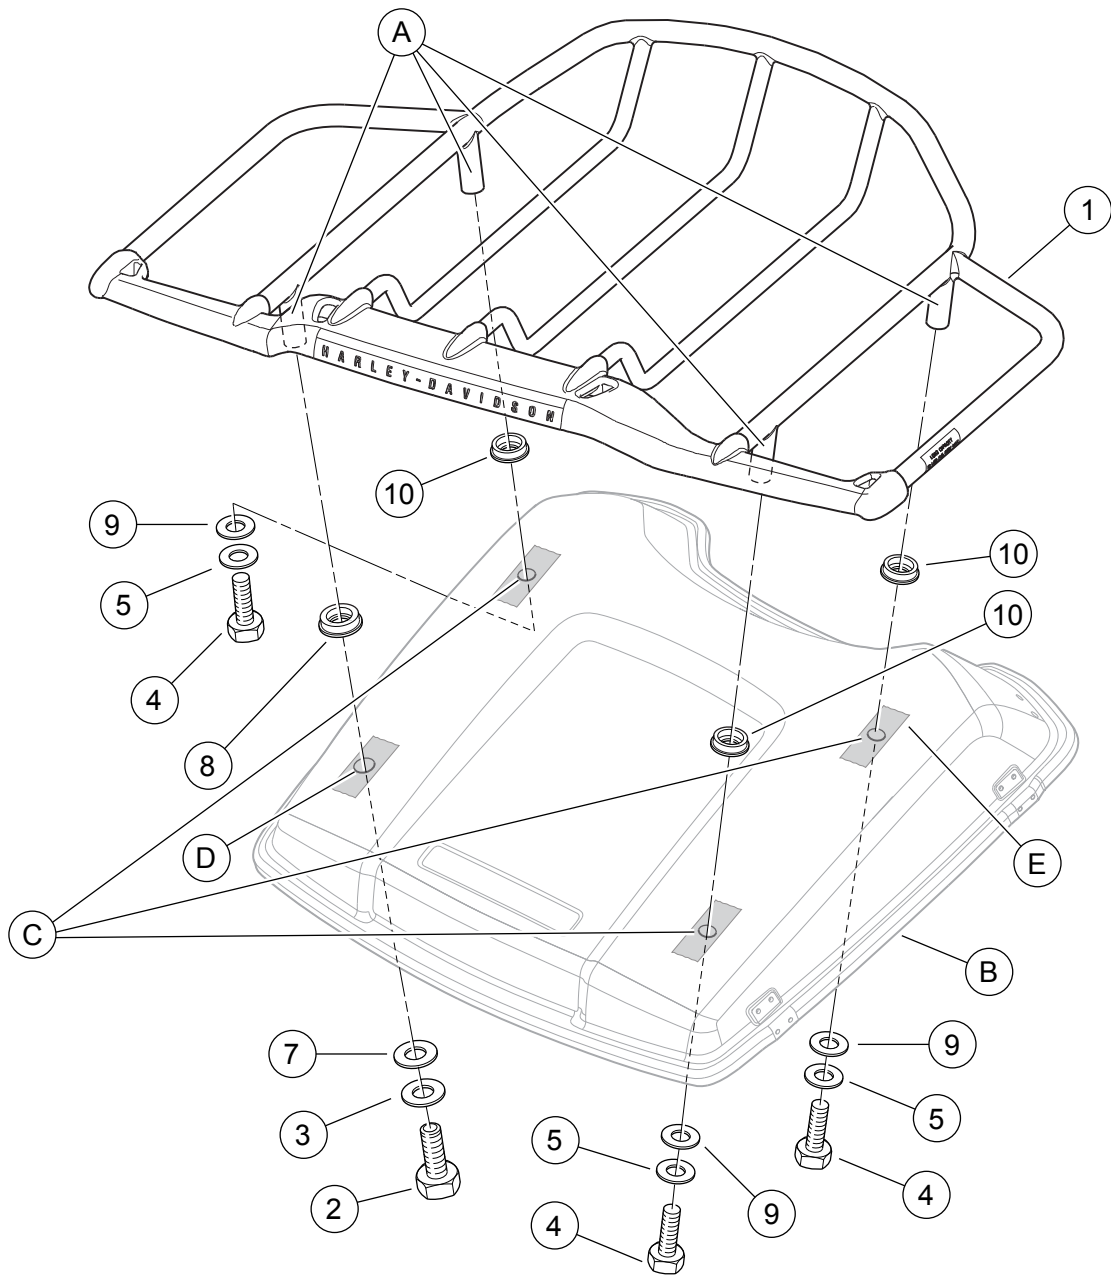

Abbildung 1. Ersatzteile, Air Wing Tour-Pak-Deckelgepäckträger
Siehe Abbildung 1 und Tabelle 1.
2. Siehe Abbildung 1. Die Befestigungsunterlage mit dem **größeren Durchmesser** (8) auf das linke hintere Stützbein schieben. Die drei Befestigungsunterlagen mit **kleinerem Durchmesser** (10) auf je eines der restlichen Stützbeine (A) schieben. Den Gepäckträger mit nach hinten gerichtetem Harley-Davidson-Schriftzug in der gewünschten Stellung auf dem Tour-Pak-Deckel anbringen.